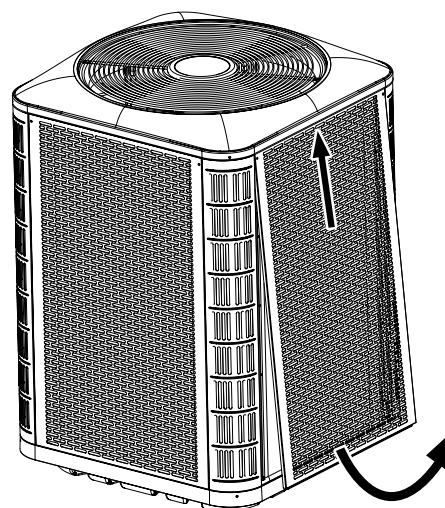
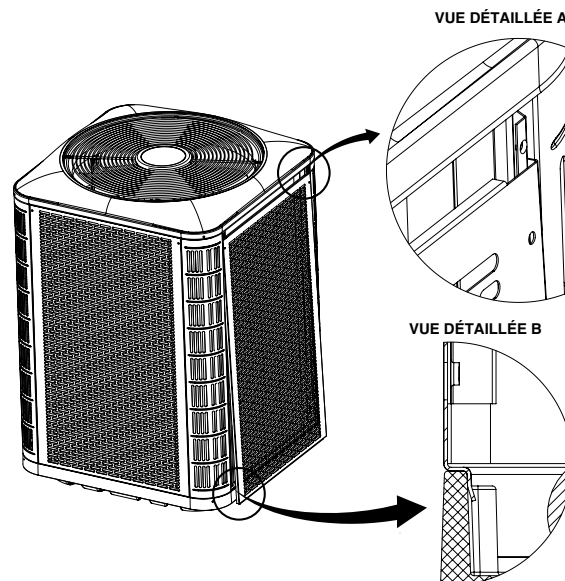

Figure 5. Désassemblage du panneau
Figure 6. Installation du panneau
- Pour accéder aux composantes internes de l'appareil, consultez la Figure 5 pour désassembler le panneau et la Figure 6 pour installer le panneau.
2. Glissez le panneau vers le haut et le bac supérieur pour dégager la bride inférieure du bac inférieur. Voyez la Figure 5.
1. Insérez les coins supérieurs des brides latérales du panneau dans les rainures du montant de coin, tel que montré au Détail A de la Figure 6.